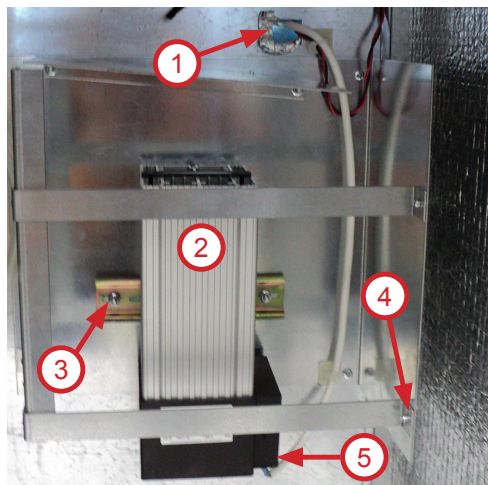

Рисунок 5
- Провода датчика температуры и кабель подключения нагревателя провести через отверстие (см.рис.5, поз.1) в задней стенке автомата внутрь (при необходимости использовать сверло диаметром 12 мм);
- Установить датчик температуры (см.рис.5, поз.5) в автомат, внутри на задней стенке в непосредственной близости от резервуара с водой, используя самоклеющуюся площадку и стяжку из комплекта поставки (предварительно наклеить теплоизолятор УВЕК.741121.П15);
- Установить нагреватель (см.рис.5, поз.2) на DIN-рейку (см.рис.5, поз.3) и закрепить ее на платформе из комплекта поставки (см.рис.5, поз.4). Освободить резьбовые втулки на задней стенке от теплоизолятора, прикрутить платформу в сборке к задней стенке автомата.